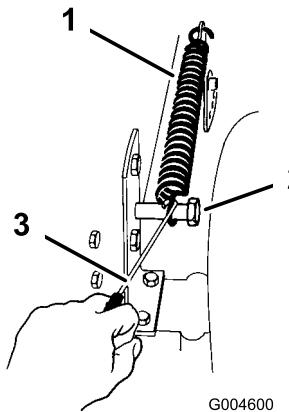

Bild 39
- Entfernen Sie die Feder des Schnithöhenhubs mit dem mit dem Traktor mitgelieferten Federwerkzeug von der Befestigungsschraube (Bild 39).
19. Haken Sie die Feder des Schnithöhenhubs an der Befestigungsschraube ein (Bild 39). Verwenden Sie dazu das mit dem Traktor mitgelieferte Federwerkzeug.